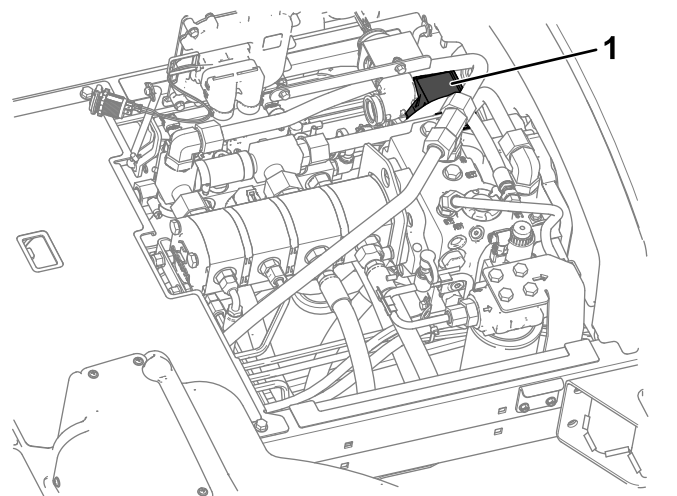

Figure 135
3. Remplacez le fusible défectueux (Figure 135) par un fusible de même type et de même intensité.